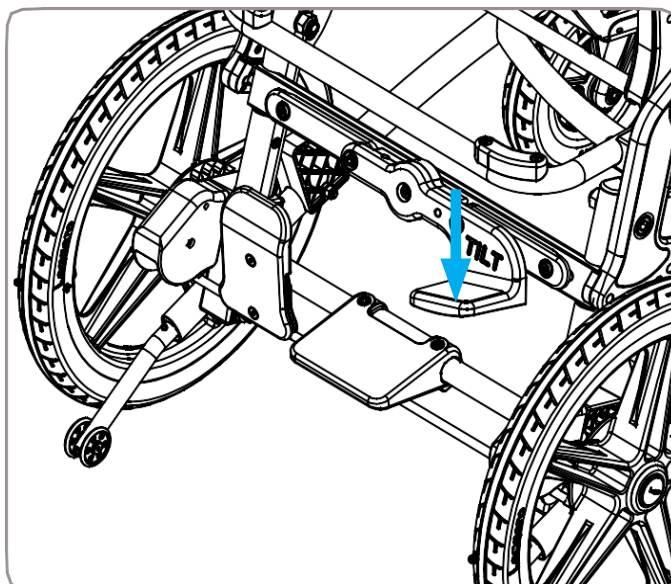

Rysunek 8
2. Pociągnąć do tyłu lewą i prawą dźwignię ręczną, zob. Rysunek 8.